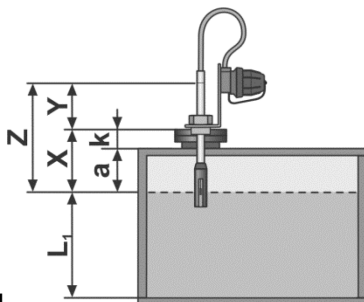

Figure 11
- Installation sur le couvercle du trou d'homme selon la **figure 11** : **X = a + k**